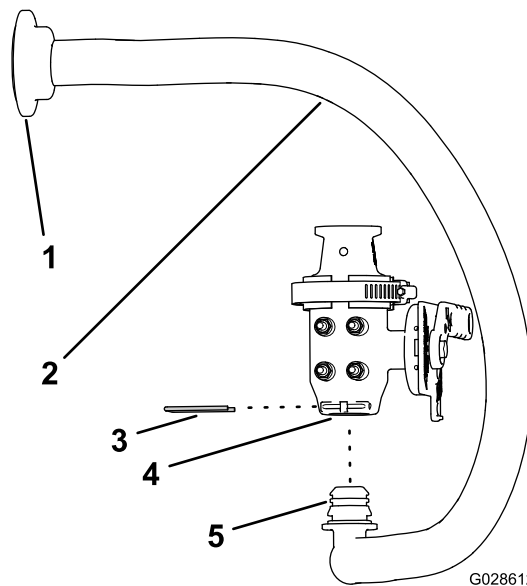

图 18
3. 将清洁加药器供水软管的 90°弯头组装到清洁加药器阀的底部端口图 18。
4. 用卡环图 18 将弯头固定到阀门上。